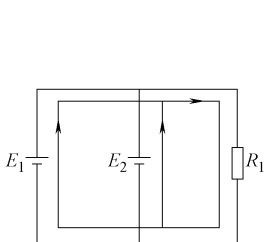

图 4-108 示意图
- 3) 流过各并联电池的电流之和等于电源外电路电流之和, 如图 4-108 所示。